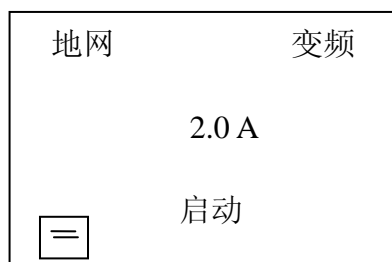
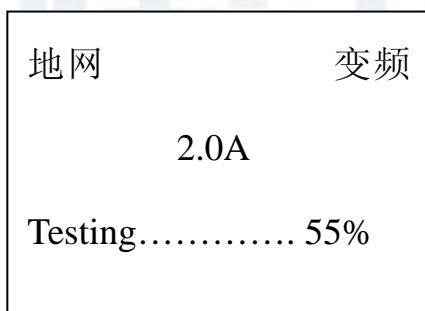
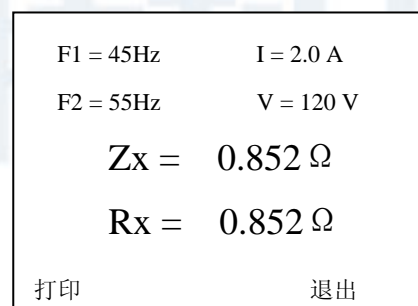

图 3
图 6
图 7
3.1、打开电源开关，计算机进行自检，液晶屏显示中文主菜单如图 3 所示。
3.5、测试：打开高压允许开关，当光标在测试项目上时，按**确认键**大约 5 秒钟开始测试。测试过程中显示的画面如图 6(地网，变频)所示，当下面的进程到 100% 时候测试完毕，然后显示测量结果见图 7 所示，此时光标指示打印机图标，按**确认键**打印报告。测量结果的意义如下：
**4.5、手动打印：**仪器测试完毕,出现图 7 所示的界面.按▶键可以在“打印”，“退出”之间选择.如果选择“打印”，按一下“确认”键,就会打印结果.如果选择“退出”，按“向下”键是把试验结果储存起来，但一定要输入相对应的编号（三位数字显示），按一下“确认”键,就会返回初始界面如图 3 所示，当光标在“启动”上时，按"向下"查看储存的试验结果。